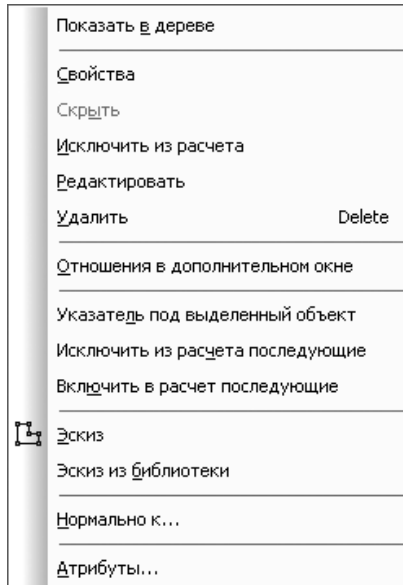

Рис. 8.18. Контекстное меню выделенной вспомогательной плоскости
- щелкните правой кнопкой мыши в области модели. Появится контекстное меню, показанное на рис. 8.18.